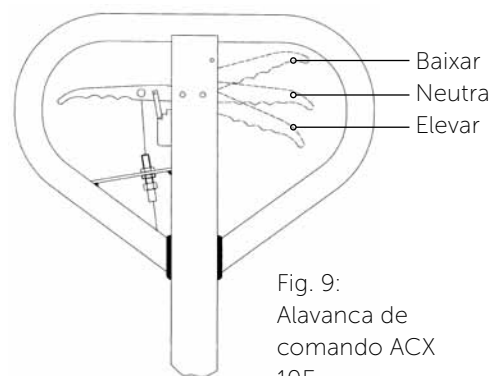

Fig. 9: Alavanca de comando ACX 10E
Se necessário, ajustar a alavanca de comando conforme descrito a seguir (Fig. 9):
- Se a pega de comando se encontrar na posição "Baixar" e os garfos não se moverem para baixo, rodar a porca de ajuste para a direita até se conseguir o efeito correspondente à posição da pega. A seguir, confirmar a posição "Neutra" segundo a Fig. 9 e certificar-se de que a porca de ajuste se encontra na posição correta.